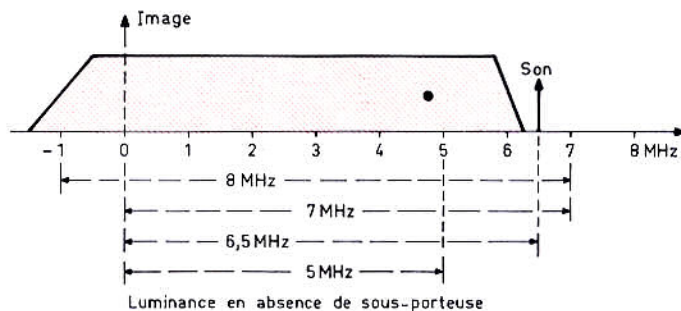

Fig. 12
La figure 12 représente un canal de 8 MHz dans le système SECAM (L). En absence de sous-porteuses, la largeur de bande du signal de luminance est ici celle d'un système homogène, c'est-à-dire 5 MHz.